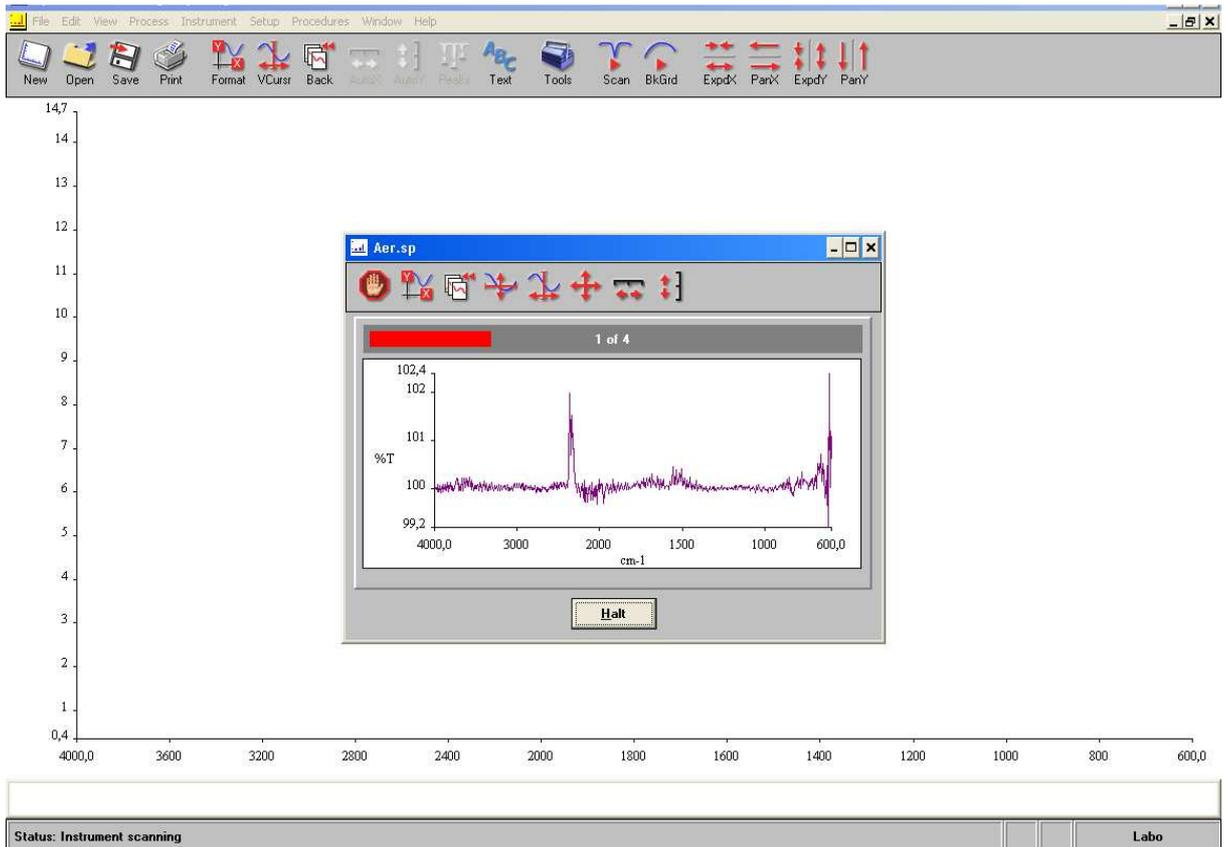

Figure 12
- Cliquer sur « Ok » L'écran d'analyse s'affiche (figure 12).